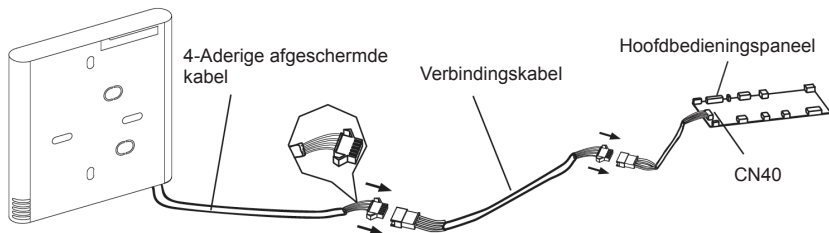

Fig. 3-3
- Verbind de vrouwelijke aansluiting van de bedradingsgroep van het hoofdbedieningspaneel met de mannelijke aansluiting van de bedradingsgroep. (Zie Fig. 3.3).
- Verbind de andere kant van de bedradingsgroep met de mannelijke aansluiting van de bedradingsgroep van de wandbediening. (Zie Fig. 3-3).